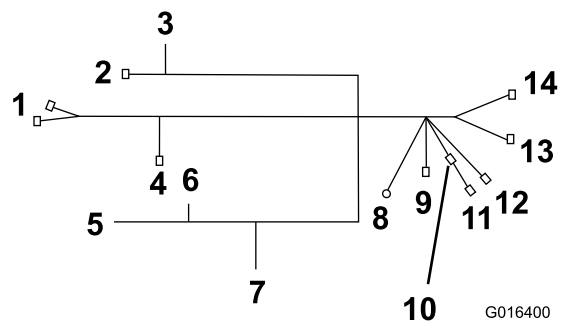

Figura 14
- Pase la rama del mazo de cables que lleva las conexiones siguientes hasta la tapa lateral, donde el arnés principal entra en el panel (consulte Figura 14):
1. Tome la rama del arnés de cables que lleva los conectores a la lámpara trasera derecha, la lámpara de la placa de matrícula y la lámpara trasera derecha (Figura 14).
1. Tome la rama del arnés de cables que lleva los conectores a la lámpara izquierda, el intermitente y el claxon (Figura 14).